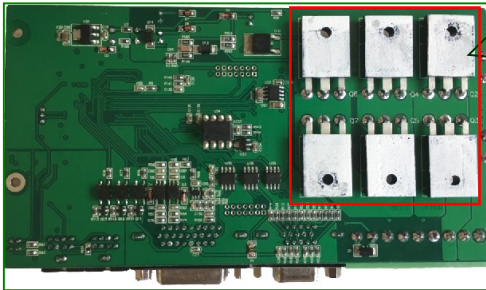

图 1
2. 在 6 个 MOS 管上，涂抹适量导热硅脂（图 1）；	用规格 1.5 寸的滚刷进行涂抹更为均匀；